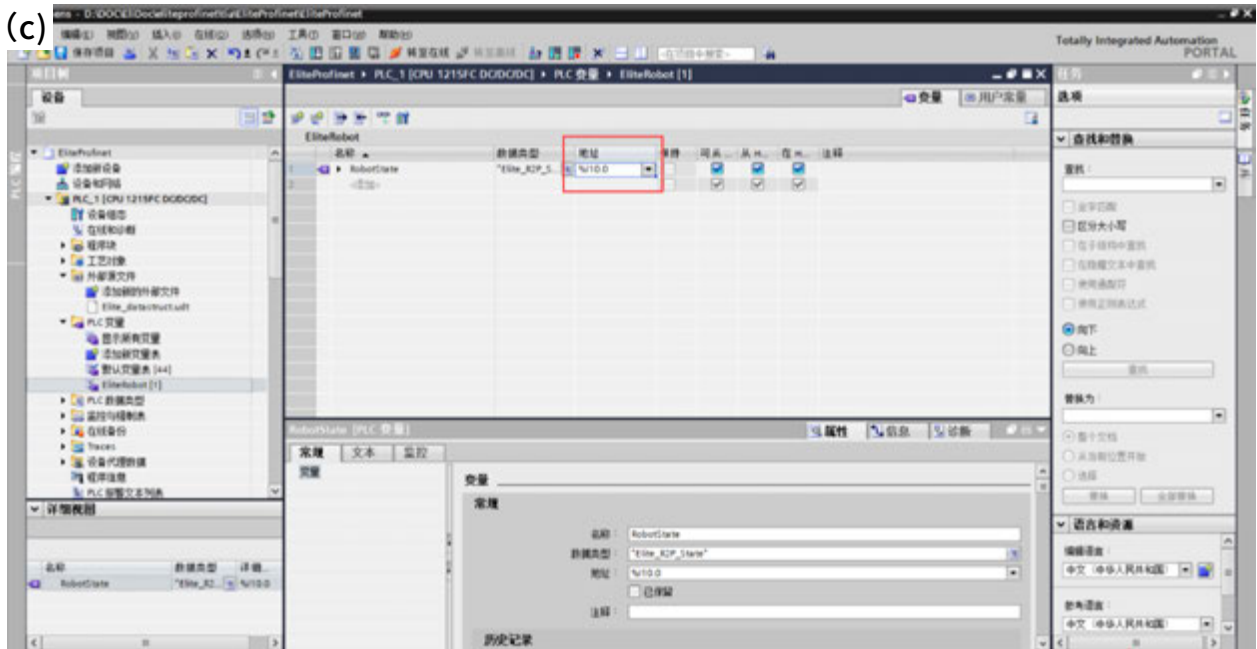

図 15-8 変数追加
1) 左側項目ツリーから PLC 変数を選定する、「新規変数表追加」としてもよいし、直接に「デフォルト変数表」を選定してもよい。そのつぎに、対応する変数表に変数を追加する：名称を記入する、データタイプを選定する、図 15-8 (a) に示す、ロボットの状態を取得するなら、「Elite_R2P_State」タイプを選定する。
2) 左側項目ツリーに「設備とネットワーク」をダブルクリックする、さらに「elite-dev」をダブルクリックして、スロット1の「R2P_State_1」を選定する、さらに「I/O 変数」を選定する、一番目の変数アドレスを図 15-8 (b) に示すように記録する、「%I10.0」であること。
3) 変数表に戻る、先に記録したばかりのアドレスを変数アドレスに図 15-8 (c) に示すように記入する。このように推定すれば、10 スロットの変数を追加することができる。